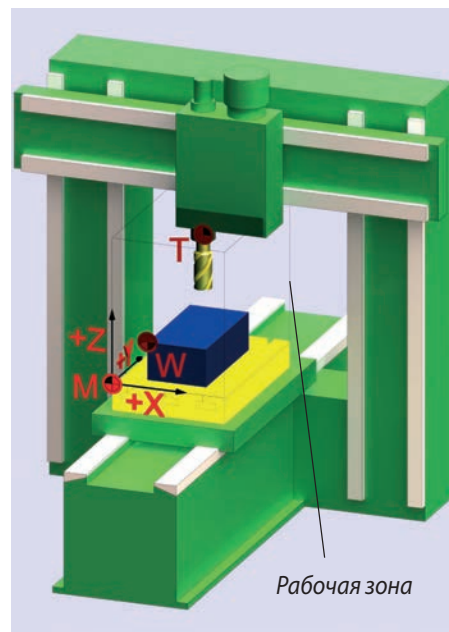

Рисунок 4
Исходное положение станка (M) (рис. 4)